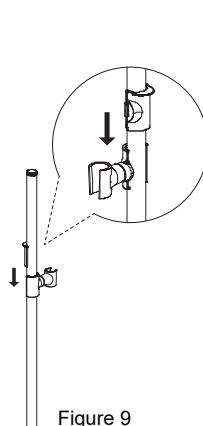

Figure 9
- Cliquez sur l'avant du curseur sur un côté du rail cabré. Cliquez sur l'arrière du curseur au-dessus de la partie avant sur l'autre côté du rail cabré. Faire glisser la partie arrière dans la partie avant pour la fixer (Figure 9).